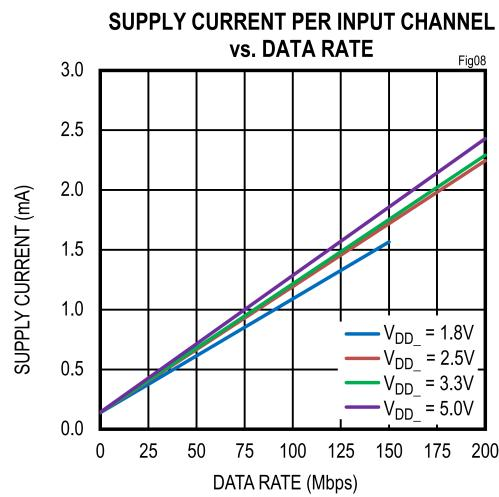
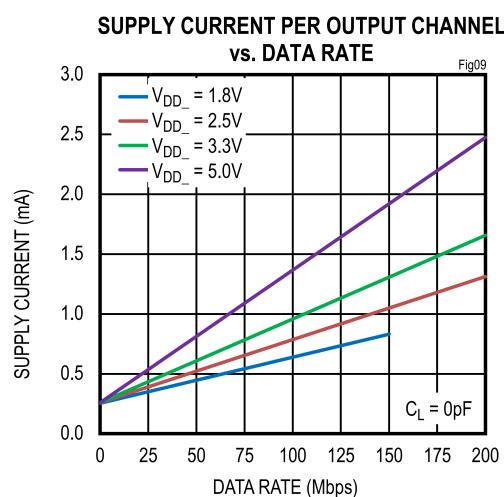

図 8. 入力チャンネルの電源電流 (計算値)
図 9. 出力チャンネルの電源電流 (計算値)
所定の電源 (V_{DDA} または V_{DDB}) に要求される電流は、各チャンネルに必要な電流の和で概算できます。チャンネルの電源電流は、そのチャンネルが入力であるか出力であるかということとそのチャンネルのデータ・レートによって決まります。更に、そのチャンネルが出力である場合には容量性負荷であるか抵抗性負荷であるかによって決まります。任意のデータ・レートにおける入力または出力の代表的な電流は、図 8 および図 9 のグラフから算出できます。図 8 および図 9 のデータは、代表的な動作条件で測定した電源電流値から推定されたものであることに注意してください。
1つのチャンネルにおける合計電流は、電圧とデータ・レートの関数である無負荷時の電流 (図 8 と図 9 を参照) と、負荷の種類に依存する負荷電流の和です。容量性負荷に流れる電流は、負荷容量、スイッチング周波数、電源電圧の関数です。
- チャンネル 1 は 2.5V、20Mbps で動作する入力チャンネルで、消費電流は 0.35mA (図 8 から算出) です。
- チャンネル 2 は 2.5V、100Mbps で動作する入力チャンネルで、消費電流は 1.19mA (図 8 から算出) です。
- チャンネル 3 と 4 は DC 信号により 2.5V で動作する入力チャンネルで、消費電流は 0.14mA (図 8 から算出) です。
- チャンネル 5 は 2.5V、50Mbps で動作する出力チャンネルで、消費電流は 0.52mA (図 9 から算出) です。
- チャンネル 6 は 2.5V、200Mbps で動作する出力チャンネルで、消費電流は 1.31mA (図 9 から算出) です。
- チャンネル 1 は 3.3V、20Mbps で動作する出力チャンネルで、消費電流は 0.40mA (図 9 から算出) です。
- チャンネル 2 は 3.3V、100Mbps で動作する出力チャンネルで、消費電流は 0.96mA (図 9 から算出) です。
- チャンネル 3 と 4 は DC 信号により 3.3V で動作する出力チャンネルで、消費電流は 0.26mA (図 9 から算出) です。
- チャンネル 5 は 3.3V、50Mbps で動作する入力チャンネルで、消費電流は 0.68mA (図 8 から算出) です。
- チャンネル 6 は 3.3V、200Mbps で動作する入力チャンネルで、消費電流は 2.29mA (図 8 から算出) です。